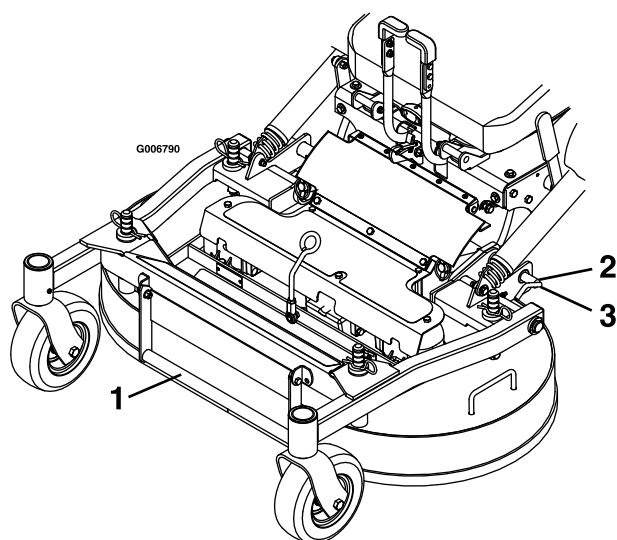

Figura 19
2. Abra los pestillos de bloqueo de la carcasa de corte en cada lado (Figura 19).
2. Empuje hacia dentro los pestillos de bloqueo de la carcasa y gírelos hacia adelante para bloquear la carcasa de corte firmemente en la posición bajada (Figura 19).